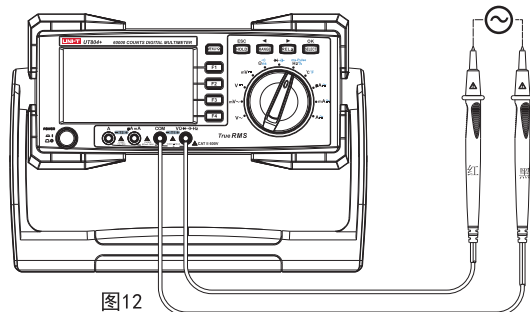

图12
- (1) 将红表笔插入“V”插孔，黑表笔插入“COM”。
- (2) 将仪表的旋转开关转到“Hz%”测量档，按SELECT键选择频率测量档Hz或占空比%或脉冲宽度ms-Pulse，如图12，将表笔并联到待测信号源上。